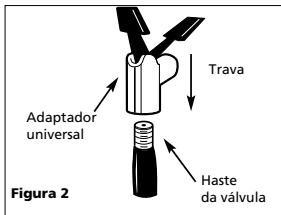

Figura 2
- Conecte o adaptador universal (veja a Figura 2) do inflador à haste da válvula com a alavanca na posição para cima. Pressione o adaptador universal completamente para baixo sobre a rosca da haste da válvula. Quando o adaptador universal estiver firme no lugar, empurre para baixo a alavanca de travamento sobre a haste da válvula.